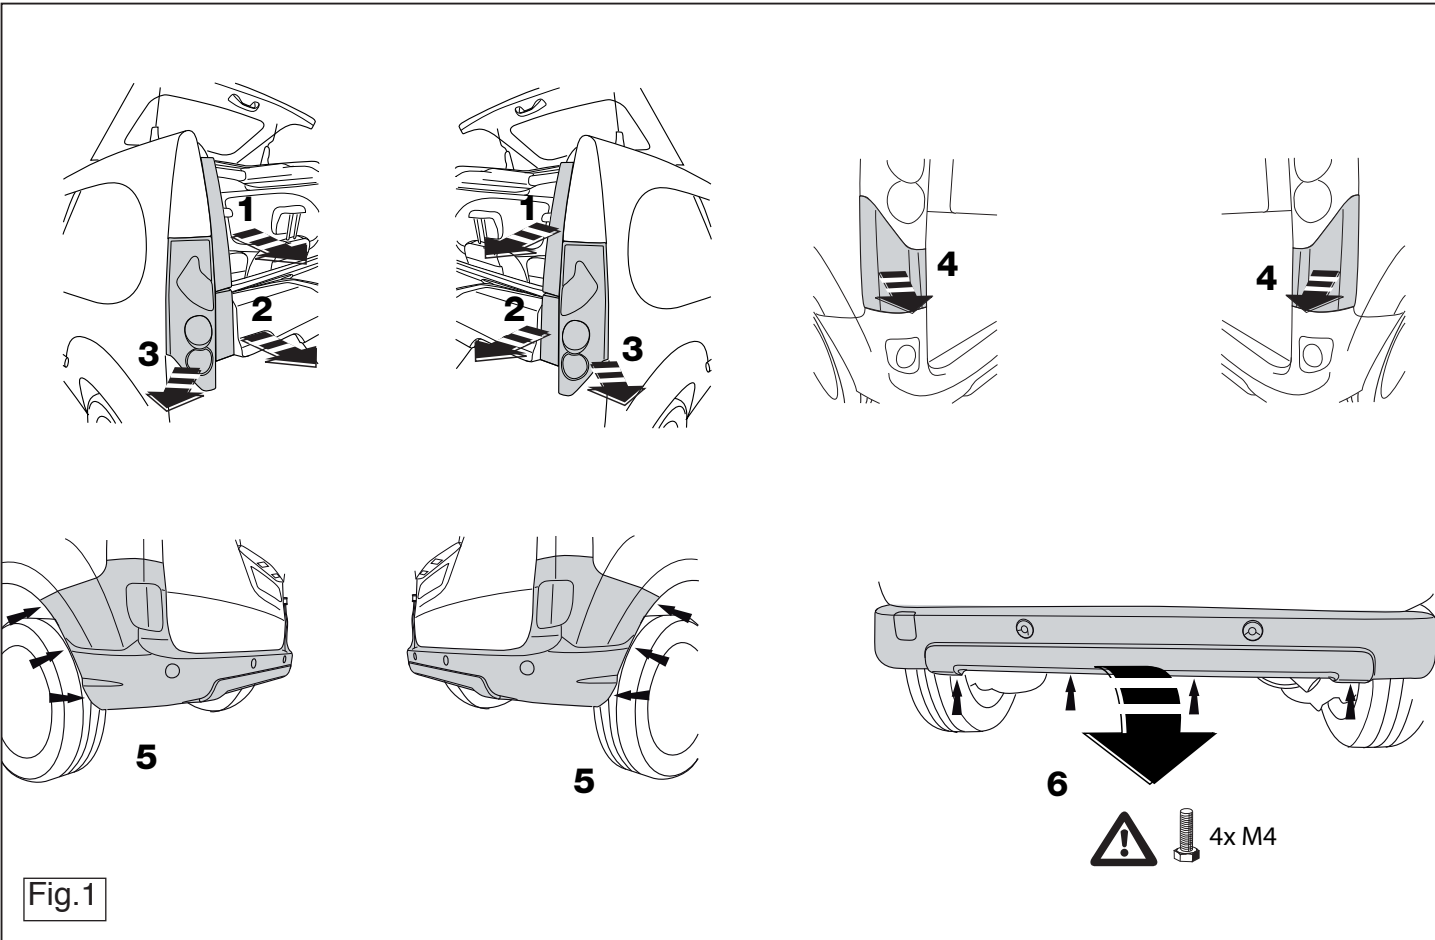

Fig.1
1a. Для автомобиля Be Bop/Express Compact: Снять бампер, см. рисунок 1.
1a. For Be Bop/Express Compact vehicles, the following applies: Remove the bumper. See figure 1.
- 1a. **Für Be Bop/Express Compact Fahrzeuge gilt:** Die Stoßstange abmontieren. Siehe Abbildung 1.